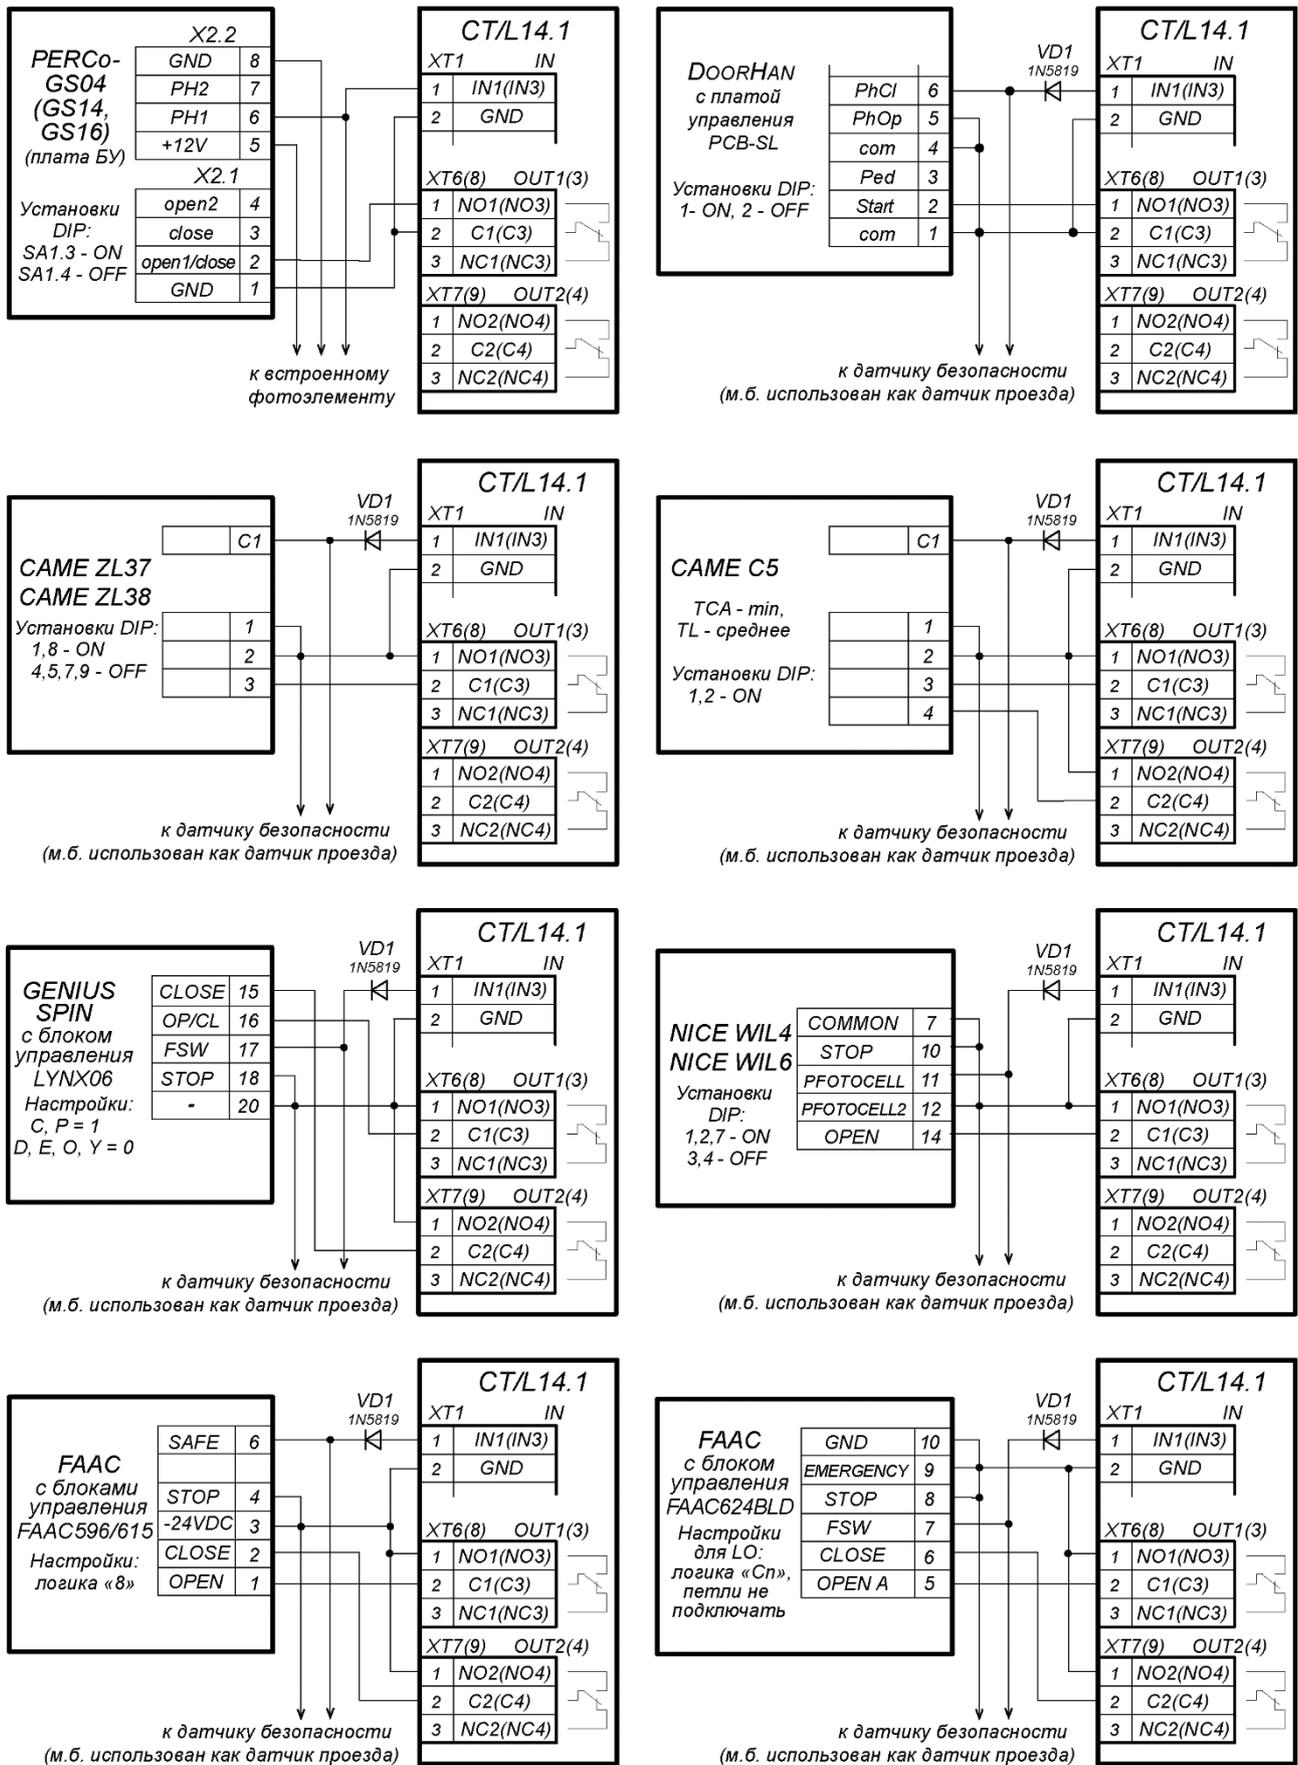

Рисунок 9. Примеры схем подключения шлагбаумов к контроллеру АТП
2. Типовые схемы подключения ИУ АТП представлены на рис. 9.